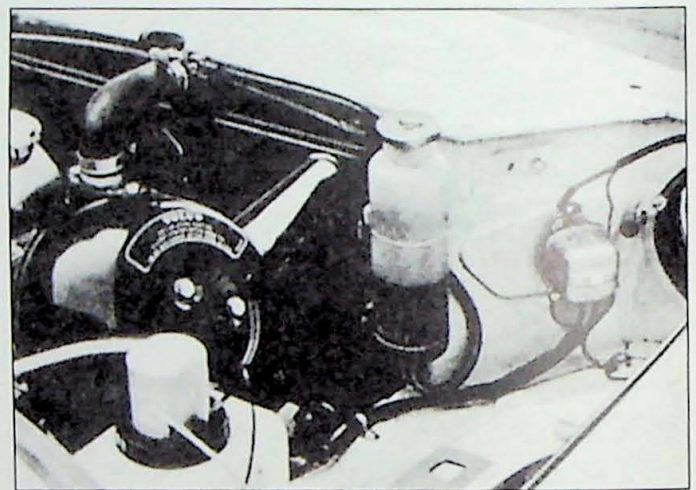

Fig. 4.1. Expansievat. Let op montage van de slang. De slang moet in 'ronde' bochten lopen; vermijdt knikken.
Voor het aftappen wordt de kraan op de rechterzijde van het motorblok geopend en de plug aan de onderzijde van de radiator verwijderd. Het expansievat wordt geleegd door het los te maken en zo hoog mogelijk op te tillen, zodat de vloeistof in de radiator loopt. Druk bij montage het expansievat goed neer en let erop dat de slang loopt zoals aangegeven in Fig. 4.1. Niet alle typen hebben een expansievat (gesloten koelsysteem).
7. Monteer het expansievat met slang (B20). Druk het vat goed vast in zijn steun. Leg de slang voor langs het expansievat zodat hij vrij loopt van de ventilator (Fig. 4.1).